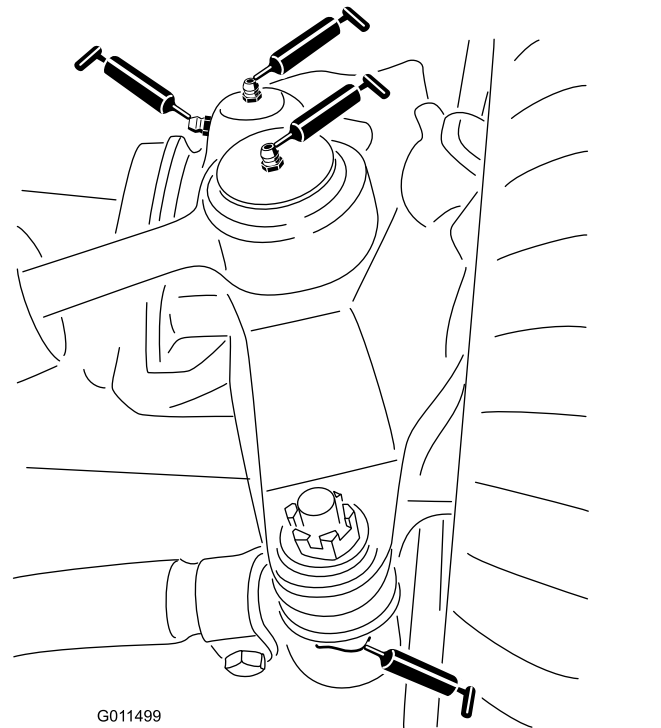

Figura 62
- Articulaciones esféricas del cilindro de dirección (2) (Figura 62)
- Articulaciones esféricas de las bielas (2) (Figura 62)
- Casquillos del pivote de dirección (2) (Figura 62). **El punto de engrase superior del pivote de dirección debe lubricarse solamente cada año (2 aplicaciones).**